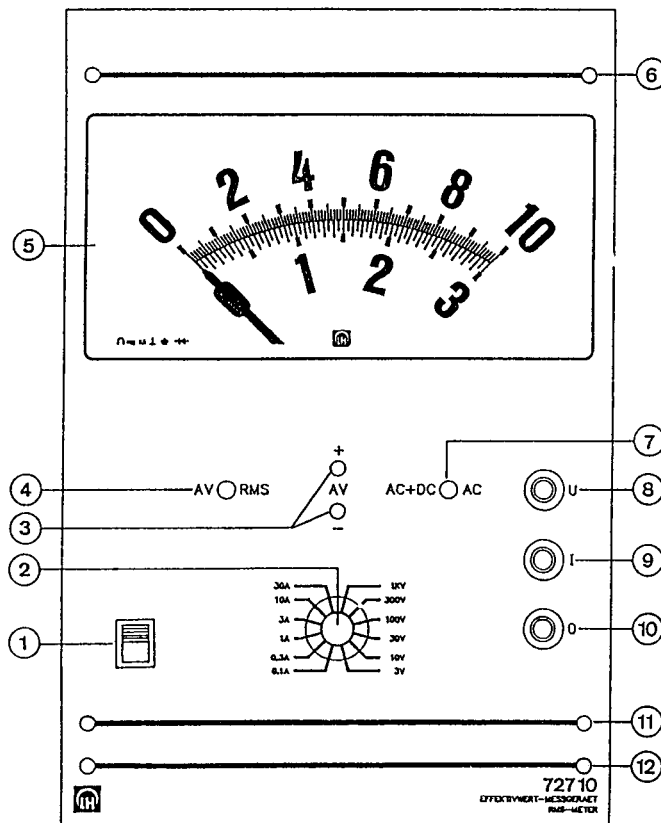

Fig. 1
2.1 Effektivwert-Meßgerät (s. Fig. 1)
- ① Netzschalter, beleuchtet, obere Schalterstellung EIN
- ② Bereichsumschalter 0,1 A bis 30 A; 3 V bis 1000 V in jeweils sechs Meßbereichen
- ③ Polaritätsanzeige des arithmetischen Mittelwertes, entspricht dem Gleichanteil des Eingangssignals
- ④ Meßgrößenumschalter; Stellung RMS: quadratischer Mittelwert, entspricht dem Effektivwert
2.1 RMS meter (see fig. 1)
- ① Mains switch, illuminated, top switch position: ON
- ② Range switch 0.1 A to 30 A; 3 V to 1000 V, six measurement ranges respectively
- ③ Indicator of polarity of the arithmetical mean, corresponding to the direct component of the input signal
- ④ Measured variable switch: RMS position: root-mean-squared value, rms value